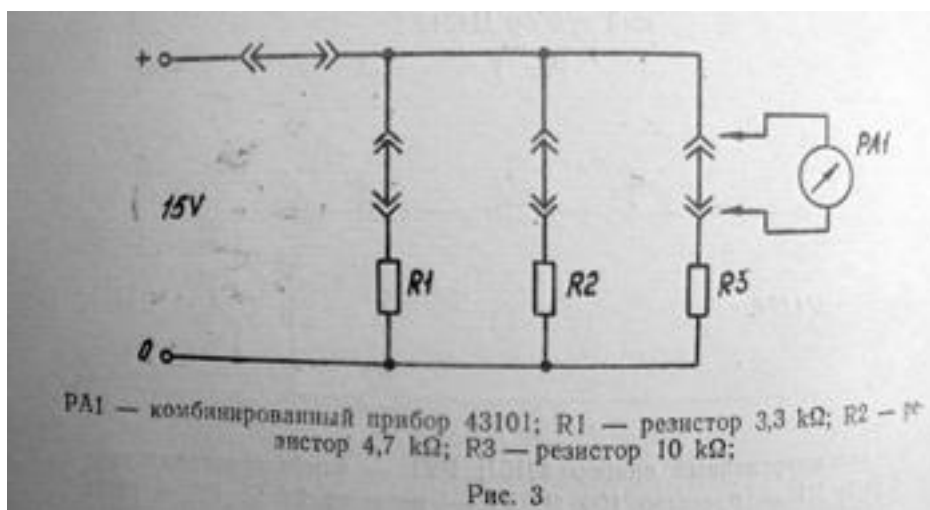

Рис. 3
1. Собрать схему согласно рис. 3.